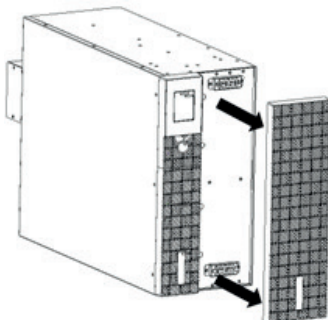

Рисунок 10
1. Снимите крышку передней панели отсека батареи с ИБП (рис. 10).